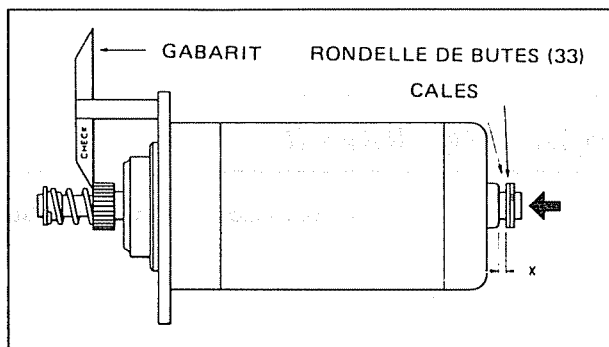

Figure 1 - Réglage du jeu longitudinal de l'induit
A - Boulonner la jauge sur la bride de montage en orientant le bras repéré «CHECK» vers le pignon (voir figure 1) puis repousser l'induit vers le palier commande jusqu'à ce que la face du pignon entre juste en contact avec la jauge. Tout en maintenant l'induit en cette position, mesurer à l'aide d'un jeu de cales, la distance «X» comprise entre la rondelle de butée (33) et le palier collecteur. Monter une série de cales dont l'épaisseur totale est égale à la distance mesurée entre la rondelle de butée et le circlip. Les cales, qui doivent être généreusement graissées avant le montage, sont disponibles en deux épaisseurs : 0,20 et 0,10 mm. Combiner les cales afin d'obtenir une épaisseur la plus proche possible de l'épaisseur voulue.